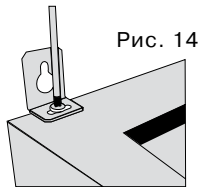

Рис. 14
1. Установите в верхней задней части корпуса вытяжки два уголка, имеющиеся в комплекте крепежа и предназначенные для подвески вытяжки на стену (рис. 14).